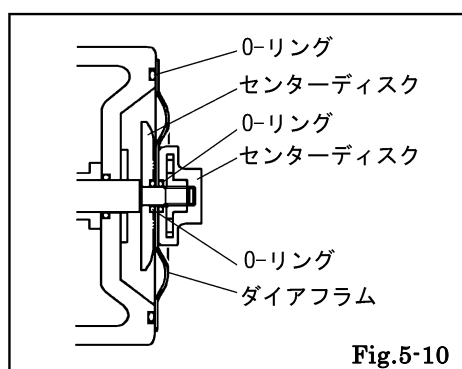

Fig.5-10
- ・ダイアフラムは、凸側を外側に取り付ける。[Fig.5-10]
- ・センターディスクの取り付けは、①キャップ・ディスク回し（専用工具：部品番号 771132）、②PP レンチ（専用工具：部品番号 771868）、③トルクレンチ用アダプター（専用工具：部品番号 804307、804308、804309、804310）を使用する。工具がセンターディスクの六角部から外れないように、手で押さえ付けながら締め付ける。